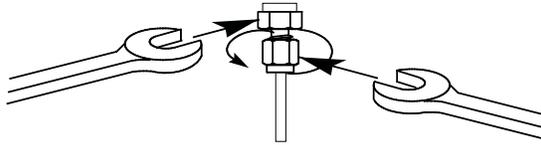

Figura 27. Apriete final
- 8 Para conexiones Swagelok de 1/8 pulgadas, utilice un par de llaves de 7/16 pulgadas para apretar la conexión 3/4 de vuelta. Vea la **Figura 27**.
Para conexiones de 1/4 pulgadas utilice un par de llaves de 9/16 pulgadas para apretarlas 1-1/4 de vuelta, como se muestra en la **Figura 27**.